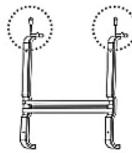

Fig. 1
1. Rimuovere il telaio dal retro del dispositivo, rimuovendo le due viti dal telaio. (Fig. 1)